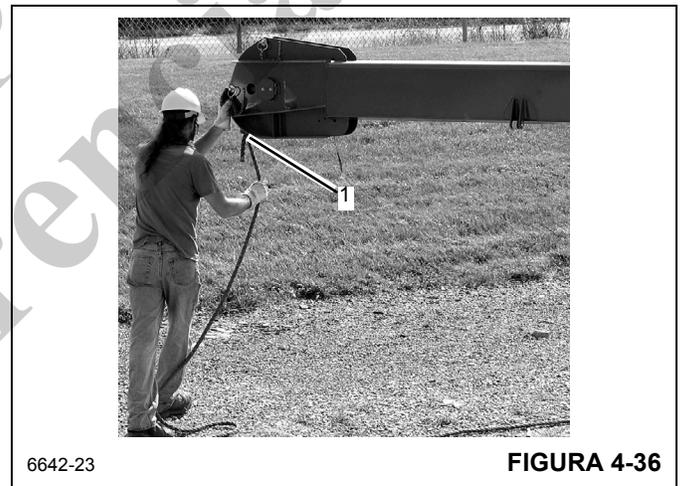

FIGURA 4-36
2. Fije el cable guía a la punta de la sección de extremo (Figura 4-36).